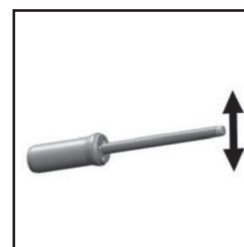

Fig. 22
- c. La tige doit pouvoir flotter dans le champignon. (Voir fig. 22)